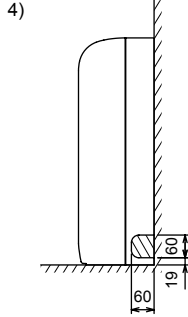

Fig. 3-10
4) Sağa boru yerleştirme (Fig. 3-10)